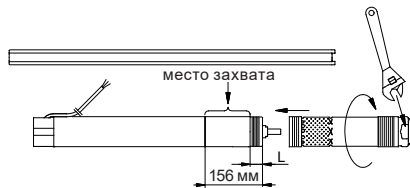

Рис. 14 Затяжка насоса
1. Установите электродвигатель в тиски в горизонтальном положении и зажмите его в области, обозначенной на рис. 14.
Для сборки можно использовать лыски на корпусе насоса, специально предназначенные для захватывания его в этом месте гаечным ключом. См. рис. 14.